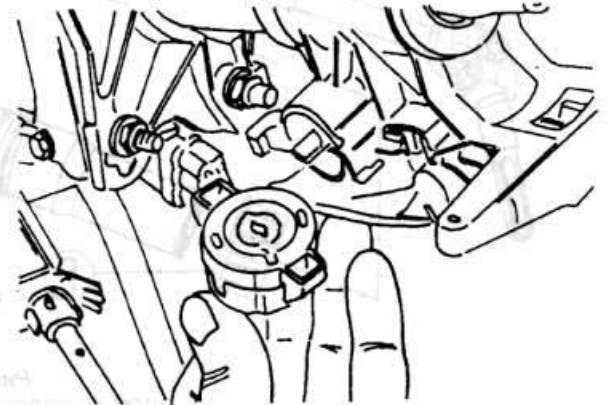

Рис. 5.7
- ♦ Снимите замок зажигания (рис. 5.7).